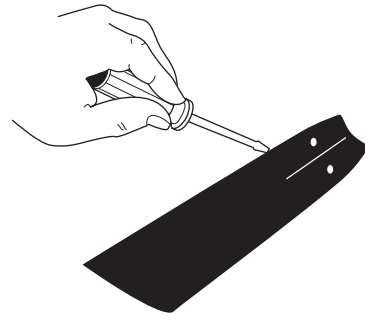
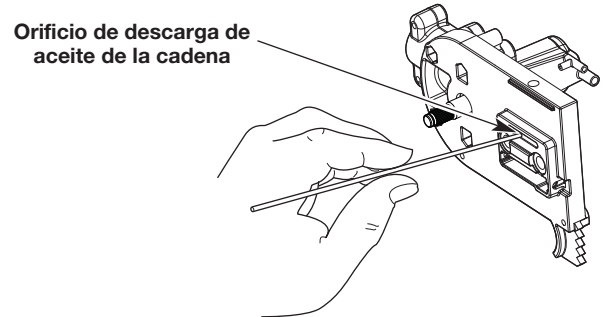

Fig. 16
Fig. 17
2. Limpie la canaleta de la barra de guía y los pasos de aceite siempre que se extraiga la cadena, cuando la unidad se ha usado mucho o cuando la cadena de la sierra parece estar sucia. Use un destornillador, una espátula, un cepillo de alambre o similar para retirar los residuos de la canaleta de la barra de guía (Fig. 16). Utilice un cable blando lo suficientemente pequeño para insertarlo en el orificio de descarga de aceite de la cadena y extraer cualquier residuo del orificio (Fig. 17).